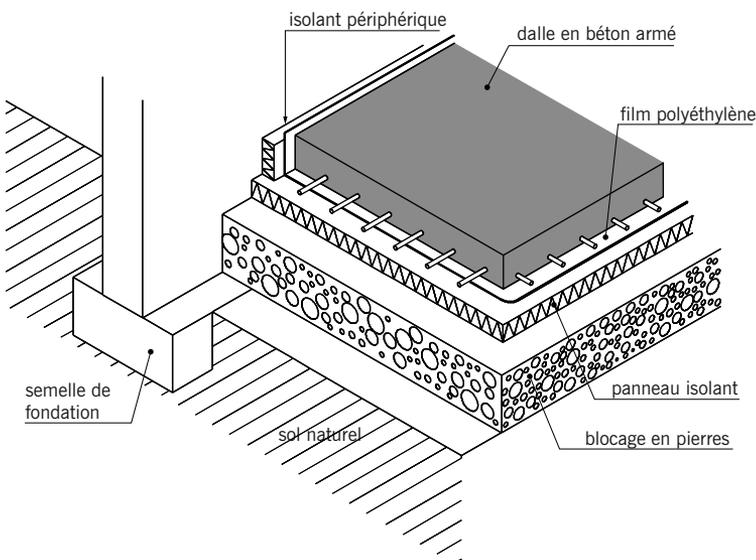

fig. 4.15
■ Le **dallage** (fig. 4.15) : ouvrage horizontal reposant sur le sol et constituant le plancher bas d'une habitation bâtie sur **terre-plein** (c'est à dire ne possédant ni sous-sol et ni vide sanitaire). Les éléments constitutifs d'un dallage sont, de bas en haut :